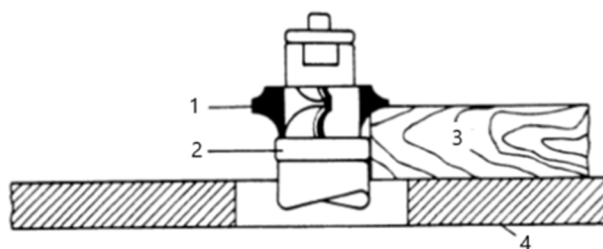

Figura 7
1. Când utilizați gulerul de sub tăietor, figura 7, progresul tăieturii poate fi observat în orice moment. Un dezavantaj al acestei metode este că orice ridicare accidentală a lucrării va tăia lemnul și va distruge piesa de prelucrat.